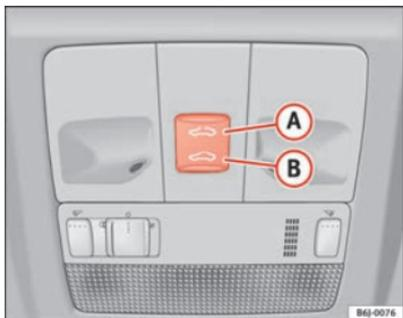

Abb. 47 Panoramadach / Ausstelldach
- Wird der Taster **B** ⇒ Abb. 47 ⇒ ⚠ betätigt und betätigt gehalten, führt das Dach die Schließbewegung aus, bis der Taster wieder losgelassen wird.